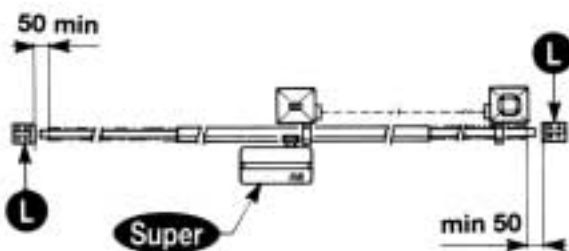

Fig. 2
È necessario che la guida abbia alle sue estremità due fermi meccanici (L) (Fig. 2).